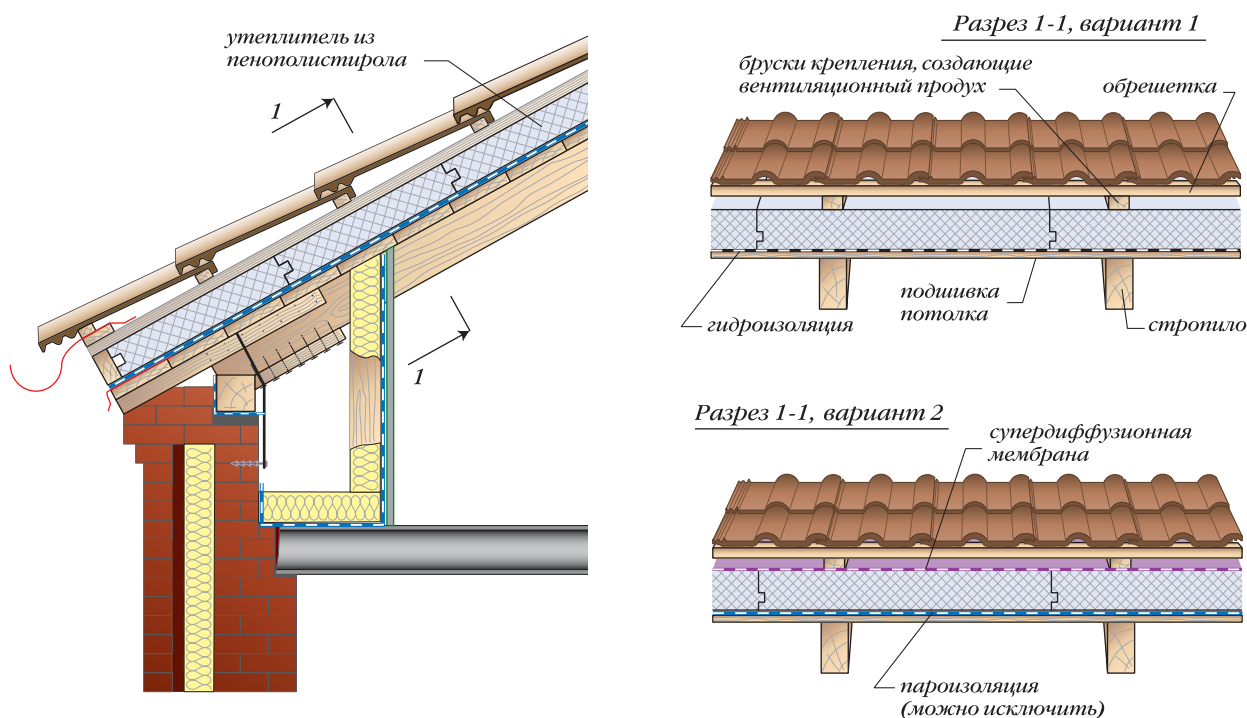

Рис. 10. Теплоизоляция пенополистирольными плитами поверх открытых стропил
1. Изоляция поверх стропил (рис. 10). Открытые стропила.
Разрез 1-1 (рис. 10)